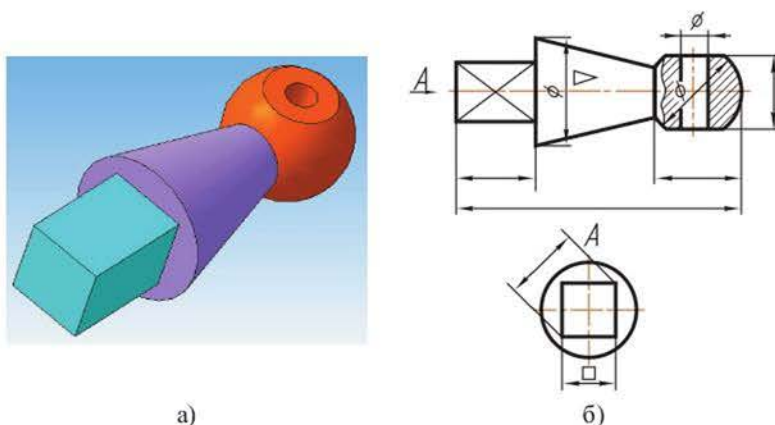

Рисунок 10.3 3D-модель (а) и чертеж детали (б)
*Пример 3.* Форма модели преобразована отсеканием симметричных частей у шара и вырезанием отверстия (рисунок 10.3 а). Существует несколько способов выполнения чертежа. Наиболее рациональным (с минимальным количеством построений) является следующий: мысленно повернуть деталь вокруг ее оси на  $90^\circ$  и в шаровой поверхности детали выполнить местный разрез (рисунок 10.3 б).